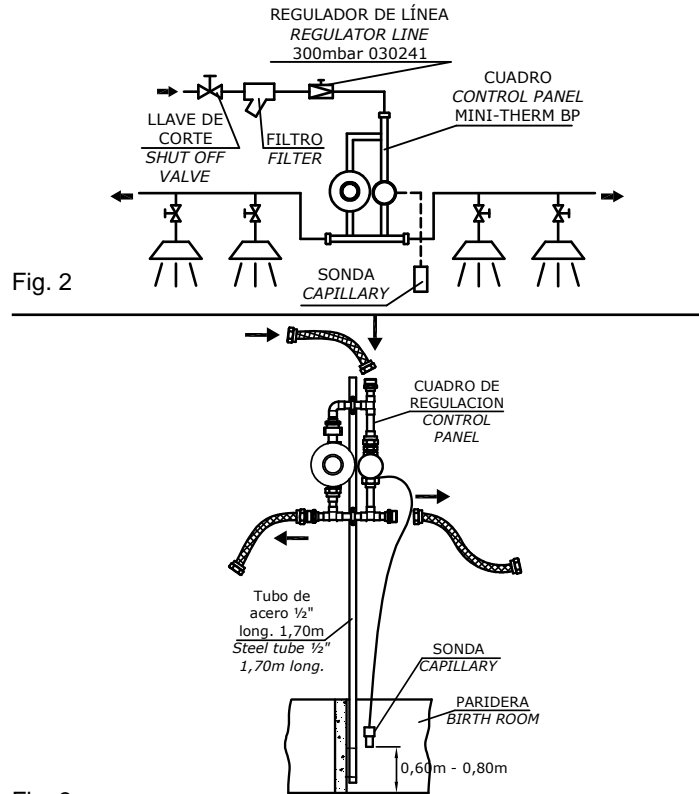

Fig. 2
2.- INSTALACION (Fig.2)
2.- INSTALLATION (Fig.2)